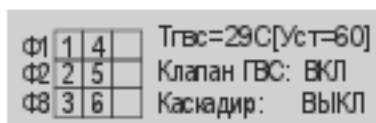

Рисунок 7 Окно состояния
4.7.4 Пример окна с состоянием приведен на рис. 7.